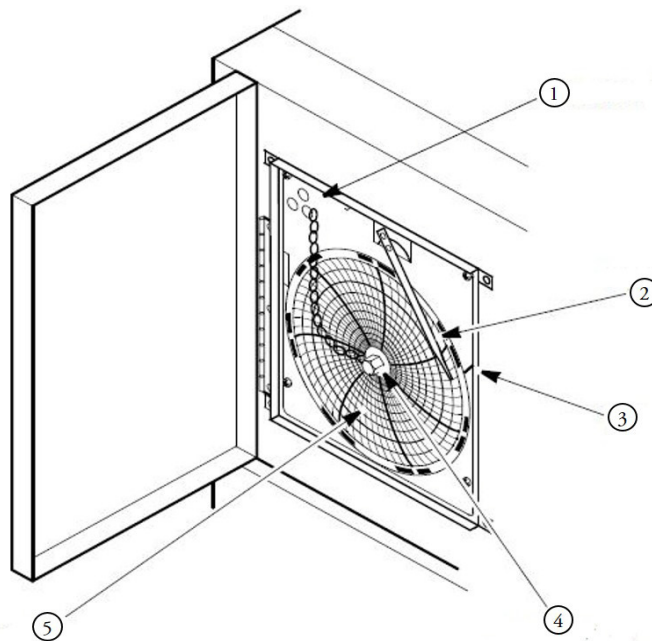

Figure 13. Enregistreur graphique
3. Desserrez l'écrou central, retirez l'ancien papier graphique et installez le nouveau. Alignez soigneusement l'heure et la date avec le repère sur le panneau de l'enregistreur (une petite rainure sur le côté gauche du panneau, comme représenté dans la *Figure 13*).